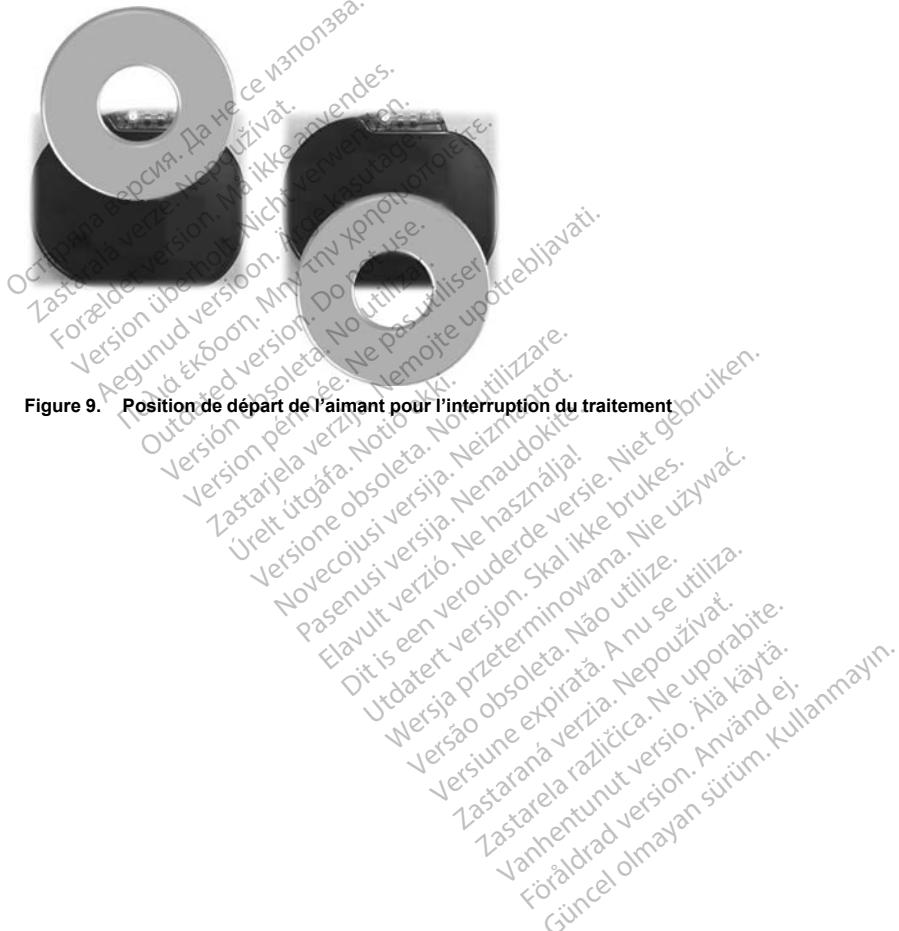

Figure 10. Zone où le positionnement de l'aimant a le plus de chances d'interrompre le traitement
2. ÉCOUTER les bips (utiliser un stéthoscope si nécessaire). Le traitement ne sera interrompu que lors de l'émission de bips. Si aucun bip n'est émis, essayer d'autres positions dans les zones cibles représentées en gris sur la figure jusqu'à l'émission de bips (Figure 10 Zone où le positionnement de l'aimant a le plus de chances d'interrompre le traitement en page 38). Balayer l'aimant verticalement et horizontalement dans la zone cible comme indiqué par les flèches. Maintenir l'aimant dans chaque position testée pendant une seconde (le générateur d'impulsions met environ une seconde pour réagir à l'aimant).